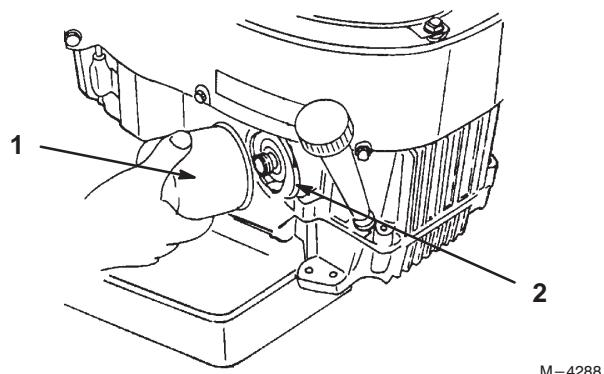

Figure 33
2. Déposer le filtre usagé (Fig. 33).
3. Enduire d'une mince couche d'huile fraîche le joint de caoutchouc du filtre neuf (Fig. 33).
4. Monter le nouveau filtre à huile sur l'adaptateur, en vissant le filtre dans le sens des aiguilles d'une montre jusqu'à ce que le joint de caoutchouc touche l'adaptateur, puis en le vissant encore de 3/4 tour supplémentaire (Fig. 33).